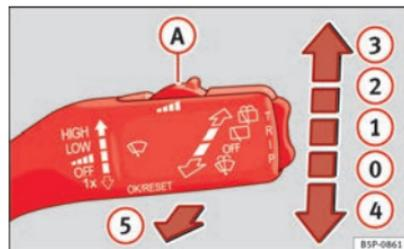

Fig. 79 Levier d'essuie-glace.
Le levier d'essuie-glace ⇒ fig. 79 est doté des positions suivantes :
- Si le véhicule s'arrête lorsque le cran ② ⇒ fig. 79 ou ③ a été sélectionné, le cran immédiatement inférieur est automatiquement sélectionné. Si le véhicule repart, le cran sélectionné précédemment est à nouveau sélectionné.